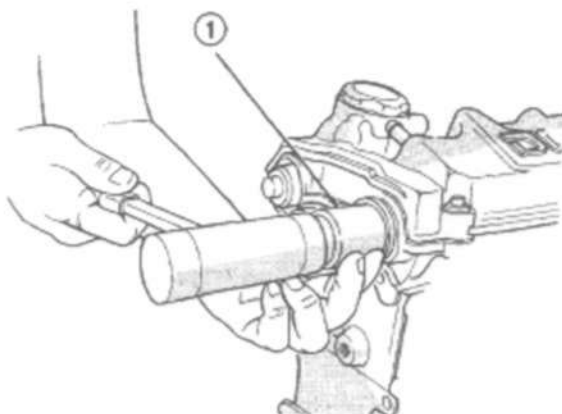

Рис. 14 Установка уплотнения распределительного вала
(1) На поверхности уплотнения вала не должно быть нагара, грязи или забоин. При необходимости – отшлифовать шкуркой зернистостью 400 ед..
(2) Установить уплотнения распределительного вала в головку цилиндров при помощи спец. приспособления MD-998306 заподлицо с головкой (Рис. 14).